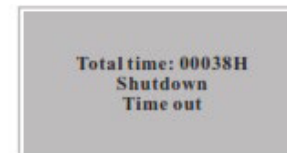

Fig. 6 Visualización del apagado
6) **Apagado automático:** Después de alcanzar el tiempo preestablecido de concentración de oxígeno, el concentrador de oxígeno se apagará automáticamente. La pantalla LCD se muestra en la Fig. 6.